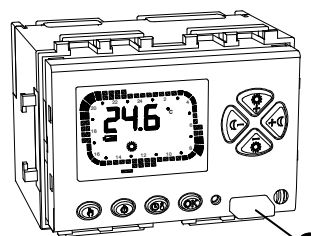

Fig. 1
1. Estrarre il corpo del cronotermostato tirando l'apposito tiretto, vedi Fig. 1.